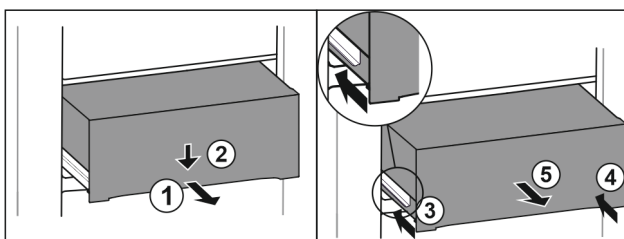

Fig. 91
- ▶ Lade er half uittrekken. Fig. 91 (1)
- ▶ Schuiflade aan de voorzijde omlaag drukken. Fig. 91 (2)
- ▶ Linker rail ca. 2 cm inschuiven. Fig. 91 (3)
- ▶ Rechter rail ca. 2 cm inschuiven. Fig. 91 (4)
- ▶ Lade naar voren toe verwijderen. Fig. 91 (5)